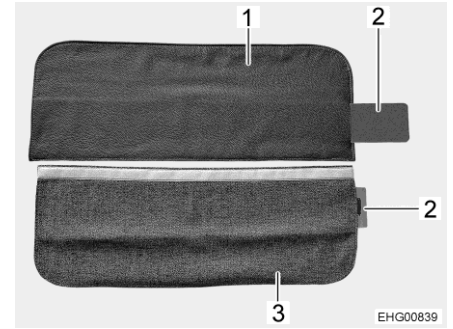

Bild 86 Sätesklädsel
Sätesklädseln kan vara gjord av läder (Bild 86,1) eller av tyg (Bild 86,3).
- Skjut in hela metallförstärkningen (Bild 86,2) i sätesklädselns ficka (Bild 86,1 eller Bild 86,3).